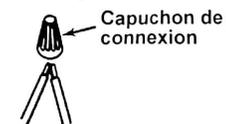

Figure 2
4. Brancher les fils de la pièce de rechange et les fils de l'ancien connecteur ensemble avec des capuchons de connexion. Voir la Figure 2.